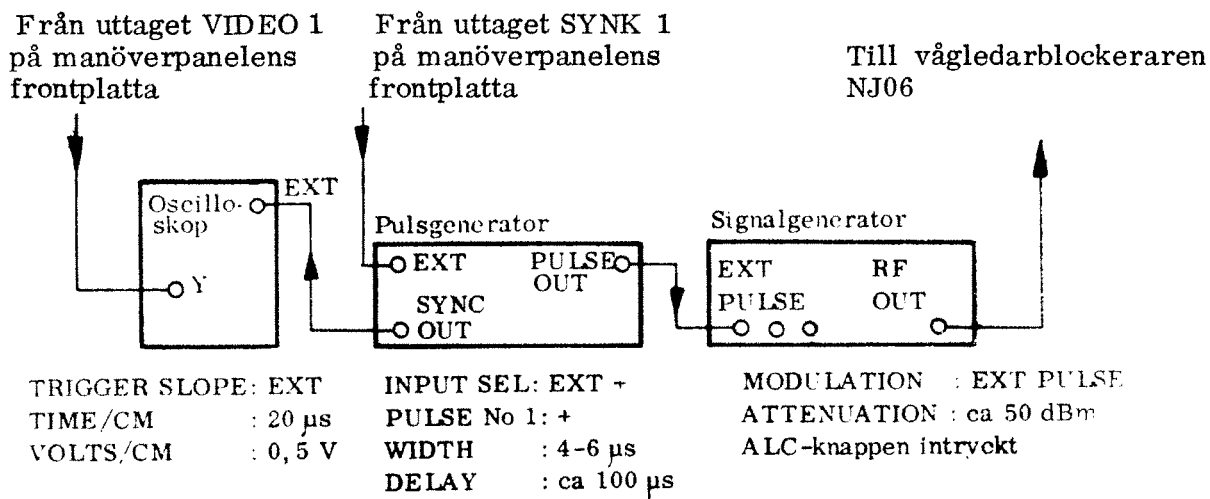

Bild 31
- 4.1.27.1 Koppla upp enligt bild 31.